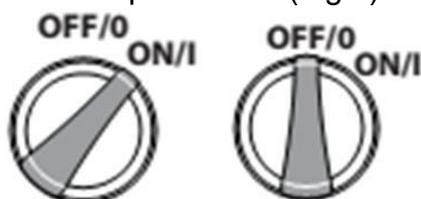

Fig. 5
5. Placer l'interrupteur d'alimentation en position "I" (Fig.5).
2. Placer l'interrupteur en position "O".(Fig.5)
2. Coupez l'interrupteur d'alimentation (position "O").(Fig.5)